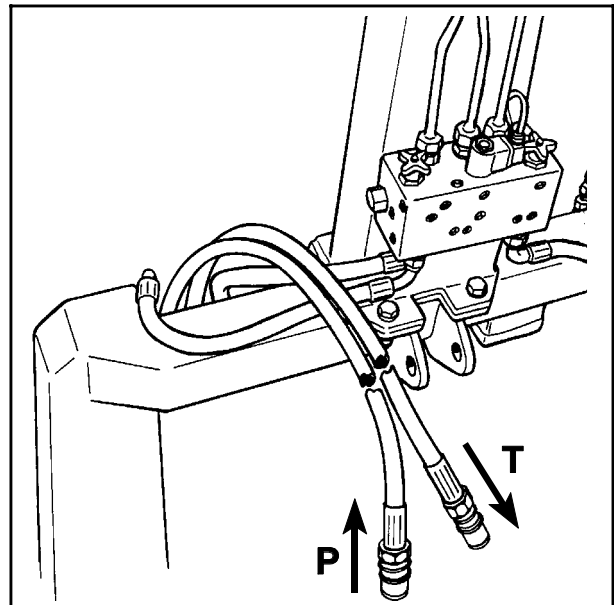

Bild 4-11
Der rot markierte Schlauch wird an die Druckversorgung (P) und der blau markierte Schlauch an den Rücklauf (T) angeschlossen. (Siehe Abb. 4-11).